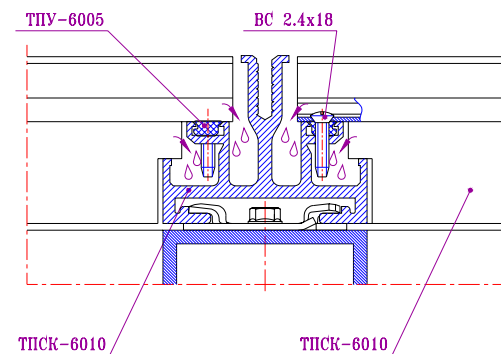

Рис.9-6 Установка уплотнителя ТПУ-6005
- Перед установкой ригеля под ригель в паз стойки укладывается уплотнитель ТПУ-6005 длиной 46мм (рис.9-6). Ригели крепятся к стойке двумя самонарезающими винтами ВС 2.4х18 с каждой стороны.